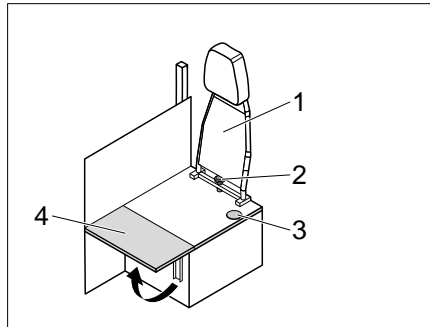

Bild 205 Umbau Fahrbetrieb - Wohnbetrieb
- Sternschraube (Bild 205,2) abschrauben und Rückenlehne (Bild 205,1) nach oben abnehmen.
- Sitzbankverlängerung (Bild 205,4) hochklappen.
- ▷ Beim Umbau vom Wohnbetrieb zum Fahrbetrieb in umgekehrter Reihenfolge verfahren. Darauf achten, dass der Sicherheitsgurt durch die Öffnung (Bild 205,3) geführt wird.